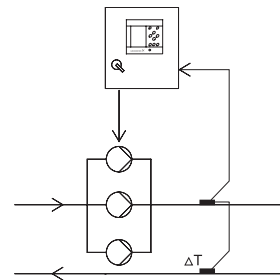

Рис. 14 Перепад температур
- Перепад температуры с одним датчиком, см. рис. 14.